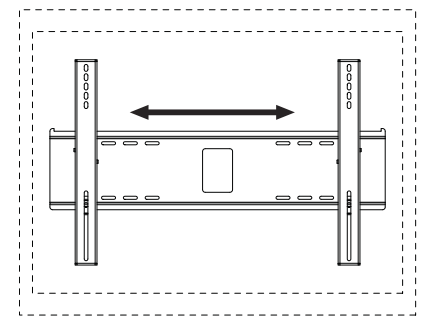

Abbildung 5.2
**Bildschirmeinstellung:** Der Bildschirm kann horizontal verstellt werden, indem die Sicherheitsschraube mit einem Inbusschlüssel (J) um drei volle Umdrehungen gelöst wird. Stellen Sie den Bildschirm wie in Abbildung 5.2 dargestellt ein. Ziehen Sie die Sicherheitsschraube an.